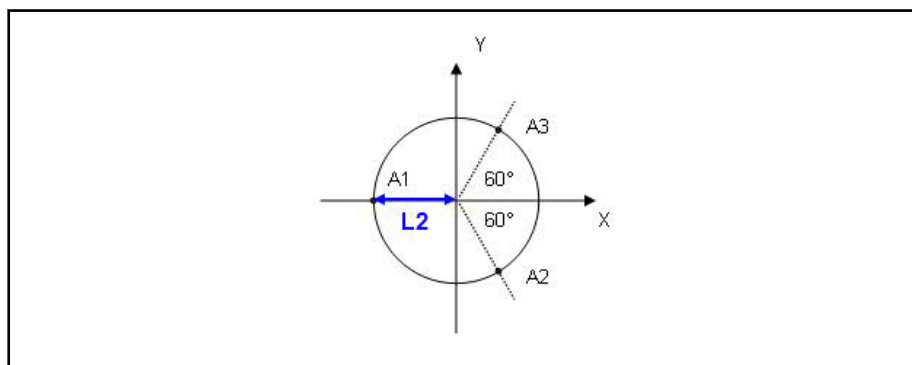

Abb. 4-25: Radius L3 der Motorhalterung und Koordinatensystem (X-Y Ansicht)
- Der kartesische Nullpunkt des Delta-Linear-Roboters liegt im Mittelpunkt des Umkreises, der durch die 3 Führungsschienen in Nullposition definiert ist (siehe auch Abb. 4-25 "Radius L3 der Motorhalterung und Koordinatensystem \(X-Y Ansicht\)" auf Seite 139)